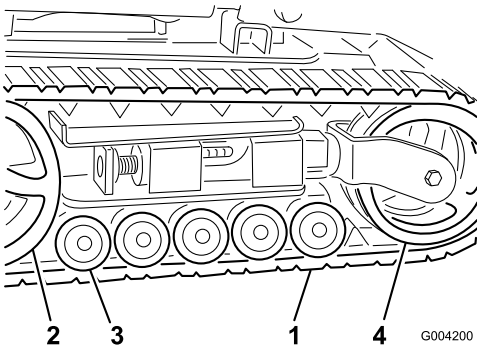

Figure 36
**Important:** Nettoyez soigneusement les galets de roulement, la roue de tension et le barbotin d'entraînement (Figure 36). Les galets de roulement doivent tourner librement lorsqu'ils sont propres.